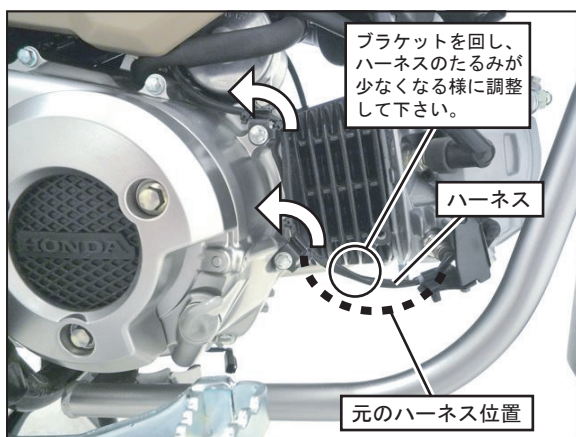

FIG. 2
3. 2BJ-JA55車両の場合、エンジンから伸びるハーネスを固定しているブラケット2箇所を一度緩め、反時計回りに回してハーネスのたるみが少なくなる様に調整し、再度固定して下さい。(FIG. 2 参照)